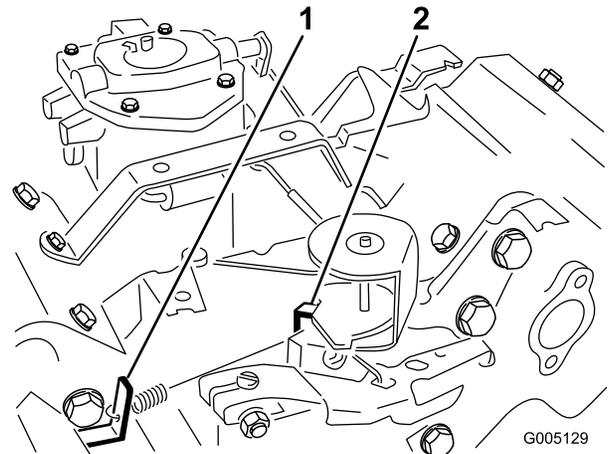

図 49
5. スロットルコントロールをFAST位置とする。高速アイドルスプリングアンカーの耳(図 49)を曲げて、エンジン速度を 3400±50 RPM に調整する。